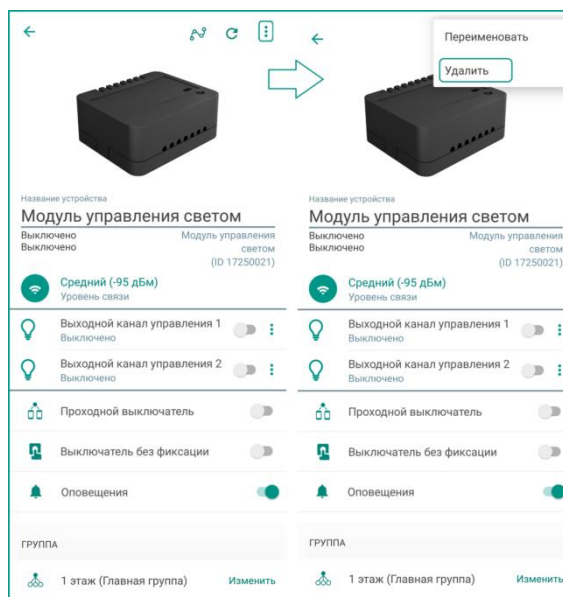

Рисунок 15.1 – Вызов меню на экране настройки модуля
- 1) В приложении на экране настройки модуля (см. рисунок 15.1).